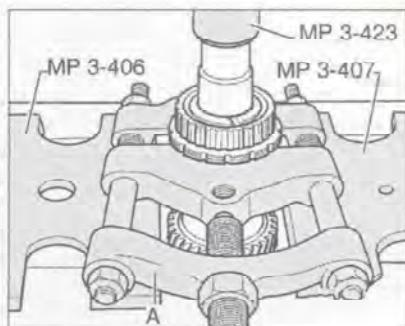

Рис. 7.100. Снятие ступицы синхронизатора 5-й передачи/передачи заднего хода.
7. Съемником Kukko 17/2 (A) прессуйте ступицу синхронизатора 5-й передачи/передачи заднего хода (рис. 7.100).